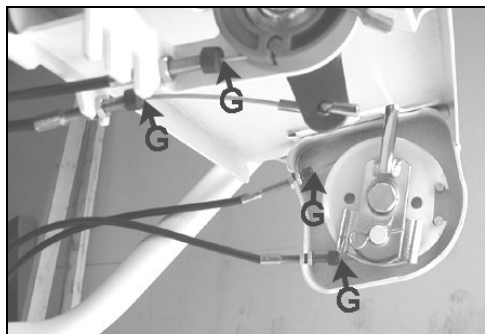

Figura 15
- Lubrique los diversos puntos G (figura 15) con aceite ligero.